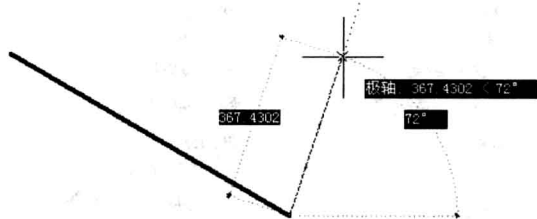

图 1-22 DYN 显示
- **【DYN】**按钮:单击该按钮,处于凹陷状态表示打开。当处于使用状态时,在绘制图形时自动显示动态输入文本框,提示用户相应的数据,方便用户在绘图时设置精确数值,如图 1-22 所示为绘制直线。